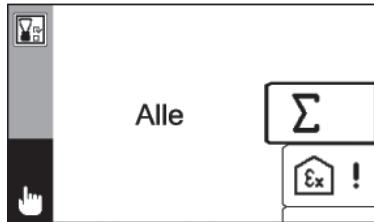

Abb. 11: Eingesetztes Gerät erkannt (hier: Betriebsart **Manuell**, Menü **Funktionsprüfung**)
- Das Menü **Funktionsprüfung** (Abb. 11) erscheint, sobald die Prüfeinrichtung das Gerät erkennt.